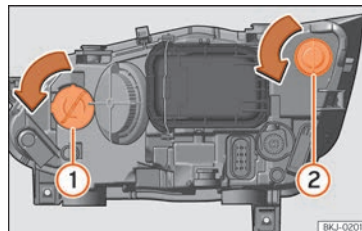

Fig. 106 En el vano motor: lámpara de luz intermitente ① y lámpara de luz DRL (luz de día) ②.
- Gire el portalámparas »» **fig. 106** ① o ② hacia la izquierda y tire.